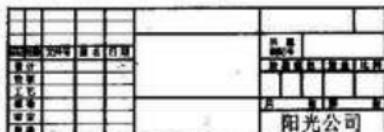

图 6-13 插入固定注释后的标题栏
5) 单击 $\blacksquare$ (注释)工具, 显示“注释”属性管理器, 按照标准插入如图 6-13 所示的固定注释并对齐(公司名称也可不插入, 在下面进行零部件自定义属性链接时自动显示)。